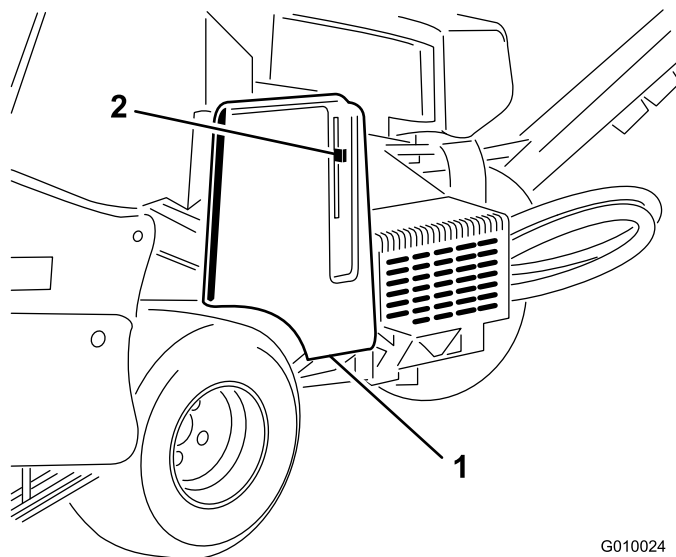

Figure 18
- Déverrouillez et déposez le couvercle de courroie (Figure 18).